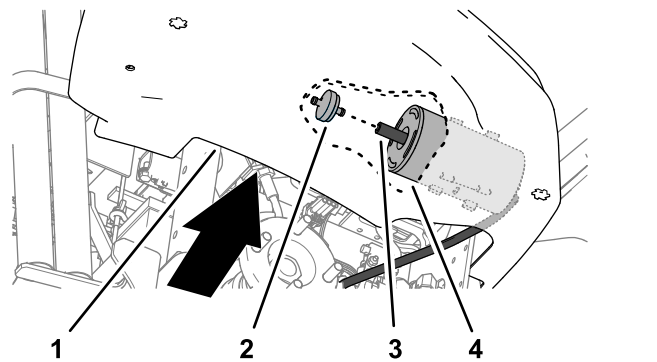

Figure 32
4. En passant derrière le bord intérieur inférieur de la console, tirez le filtre à charbon actif en arrière et sortez-le du flexible situé à l'extrémité de la cartouche de charbon actif (Figure 32).
5. Insérez le filtre à charbon actif neuf dans le flexible au bout de la cartouche (Figure 32).